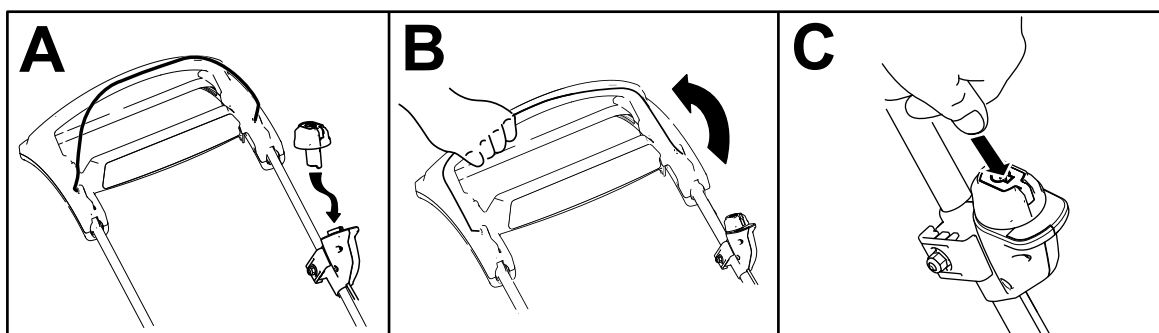

Figura 13
2. Insira o botão de arranque elétrico no interruptor de arranque elétrico (A de Figura 13).
3. Insira a barra de controlo da lâmina e segure-a contra a pega (B de Figura 13).
4. Pressione o botão de arranque elétrico e mantenha-o pressionado até que o motor arranque (C de Figura 13).